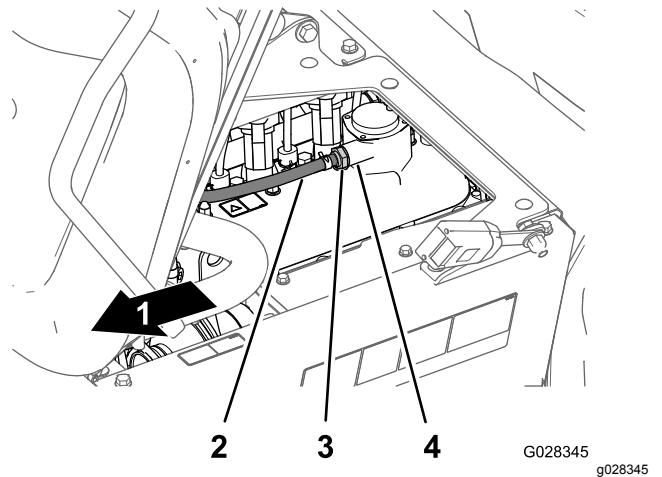

Figura 71
2. Retire la válvula del sistema PCV del acoplamiento de la tapa de válvulas (Figura 71).
Nota: Si suena el limitador interno de la válvula, la válvula del sistema PCV está bien; si el limitador interno no está libre y no suena al sacudirse, sustituya la válvula (Figura 71).
4. Introduzca la válvula del sistema PCV del hasta que quede correctamente asentada en la junta del acoplamiento de la tapa de válvulas (Figura 71).